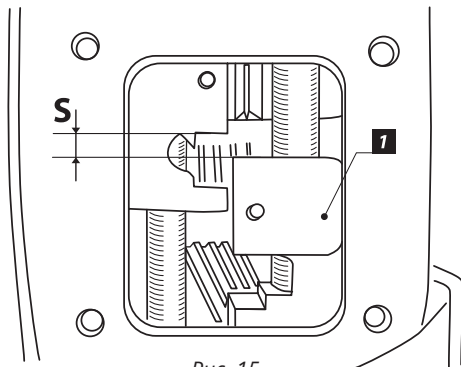

Рис. 15
3. Проверьте величину S , она должна составлять минимум 4 мм (если меньше, то доработайте торец вилки [1] (**Рис. 15**)).